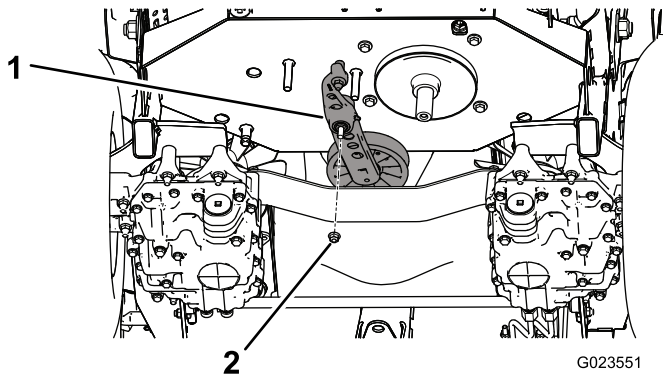

図 57
5. テンショナアセンブリをフレームに固定しているナットを外す 図 57。